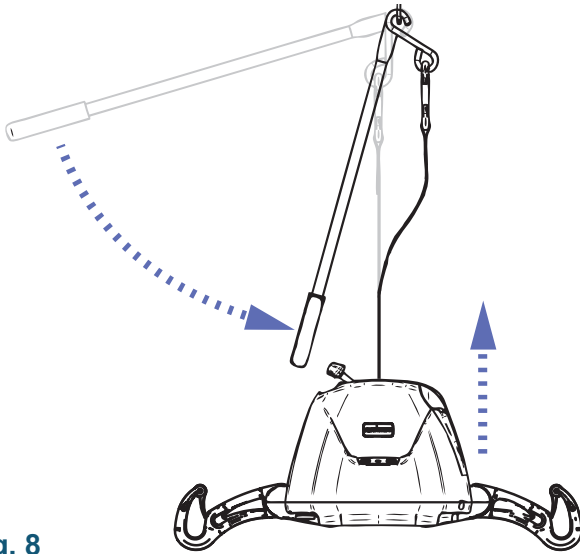

Fig. 8
2. Halten Sie den Griff des Reachers fest, wenn sich dieser in der Vertikalen befindet und haken Sie ihn aus der Transportliege aus. Siehe Abb. 8.